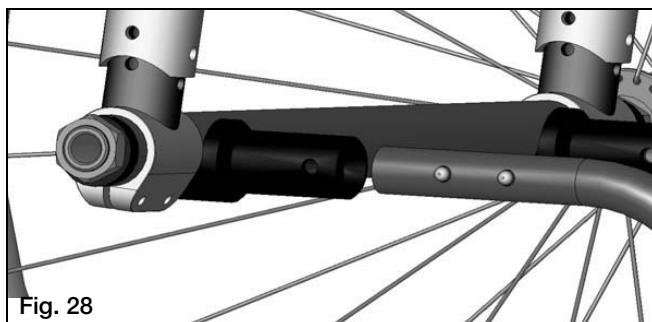

Fig. 28
1. Instalación de Tubos Contra Volcaduras (Fig. 28)